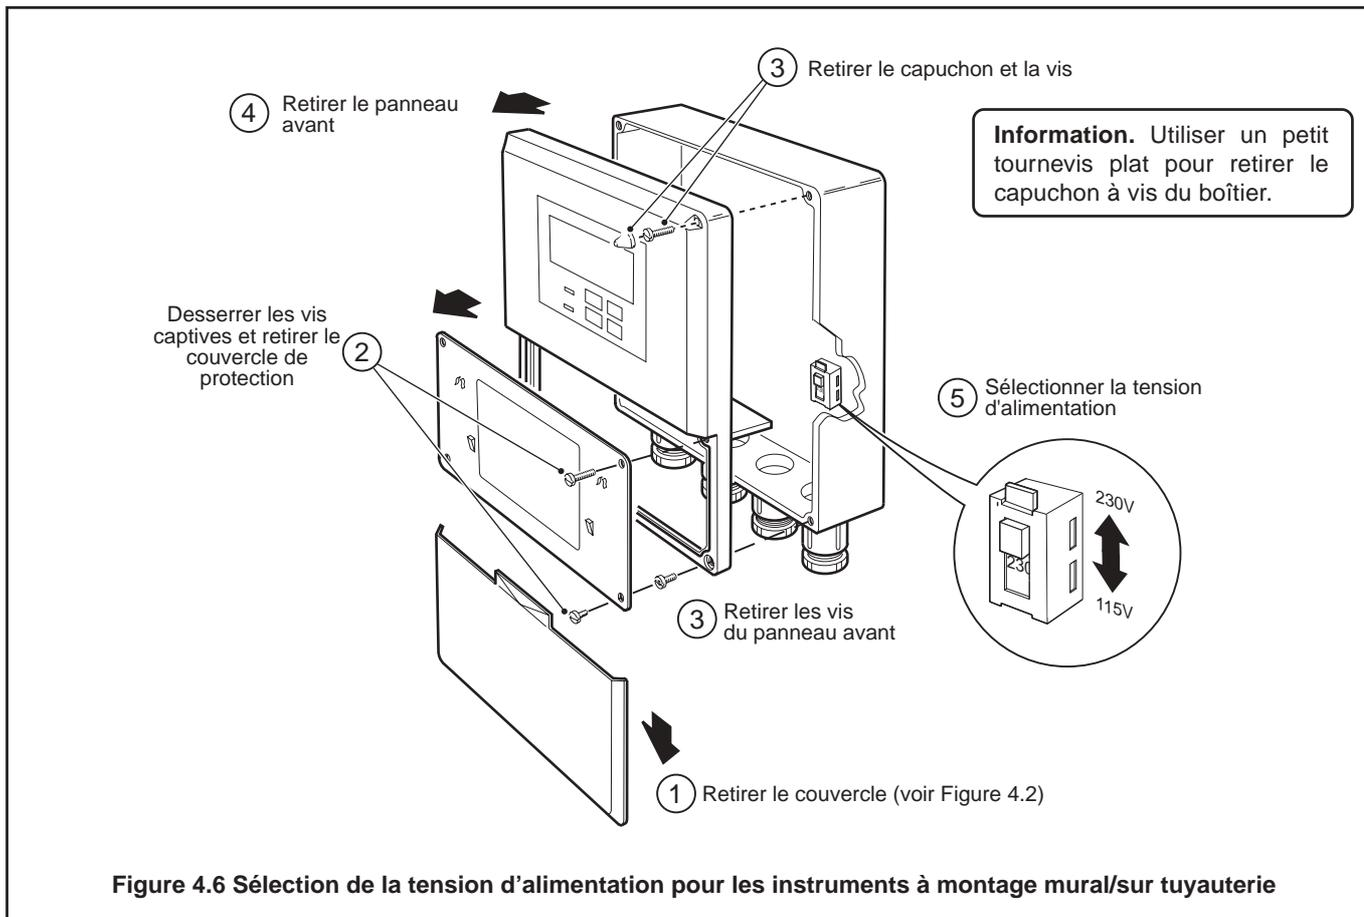

Figure 4.6 Sélection de la tension d'alimentation pour les instruments à montage mural/sur tuyauterie
4.4.1 Instruments à montage mural/sur tuyauterie – Fig. 4.6.